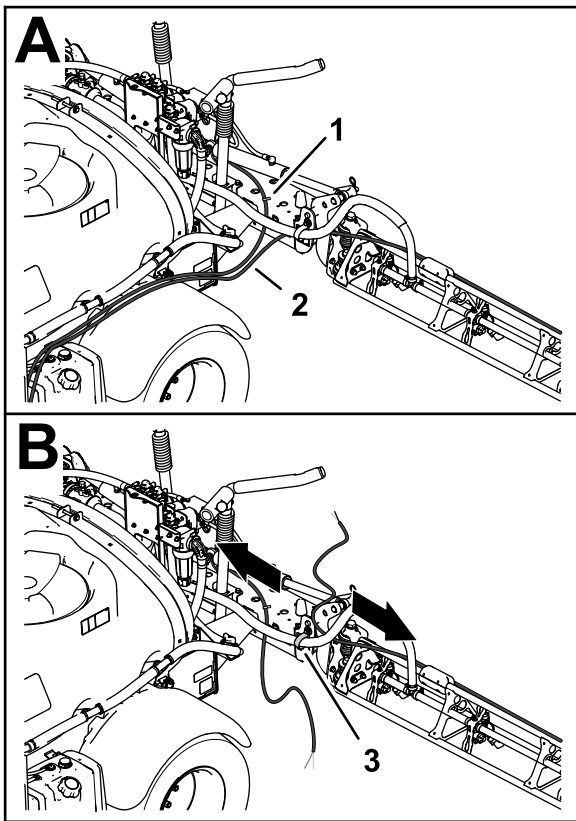

图17
2. 将左、右喷洒段泡沫喷嘴的管子向后移动使其穿过靠近喷洒段枢轴点的 R 形夹 图17。